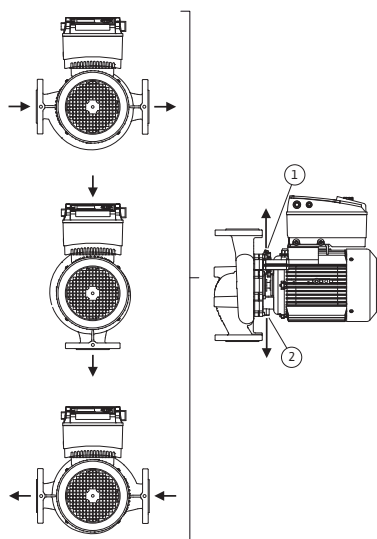

Fig. 18: Posizioni di montaggio ammesse con albero del motore orizzontale
Le posizioni di montaggio ammesse con albero del motore orizzontale e modulo elettronico verso l'alto (0°) sono illustrate nella fig. 18. Non sono raffigurate le posizioni di montaggio ammesse con modulo elettronico montato lateralmente ($\pm 90^\circ$). Sono consentite tutte le posizioni di montaggio tranne "modulo elettronico verso il basso" (-180°). Lo sfiato della pompa è garantito solo se la valvola di sfiato è rivolta verso l'alto (fig. 18, pos. 1).
Solo in questa posizione (0°) il condensato formatosi può defluire attraverso il foro presente, lanterna della pompa e motore (fig. 18, pos. 2).
- Con albero del motore orizzontale è necessario che il foro di condensa sia rivolto verso il basso (fig. 18, pos.2). Eventualmente il motore deve essere ruotato corrispondentemente.